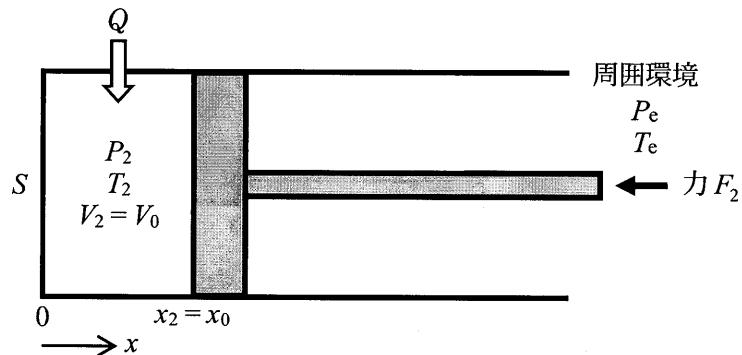

図3 状態2
2) 初期状態において、今度は、図3に示すように、気体が膨張しようとする力に応じた力 F を加えて、ピストンが移動しないようにしながら、外部から 1) と同じ熱量 Q を供給したところ、最終的に加える力は F_2 となり、体積 V_0 は変化せず、シリンダ内の温度及び圧力が変化した。この状態を状態2とする。
① 2) の変化後、図3の状態2において、ピストンが動かないようにするために加えた力 F_2 が $6 \times 10^5 \text{ N}$ であった。このとき、シリンダ内と周囲との圧力差は、A | a.b $\times 10^{-1} [\text{MPa}]$ となる。